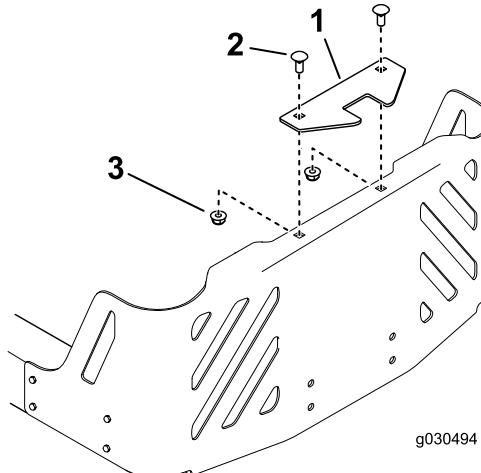

Figura 10
Nota: La staffa di stabilizzazione viene utilizzata solo sui modelli 2015 e successivi (Figura 10).
1. Montate la staffa di stabilizzazione sulla protezione del motore utilizzando 2 bulloni a testa tonda (5/16 x 3/4") e 2 dadi di bloccaggio (5/16") (Figura 10).